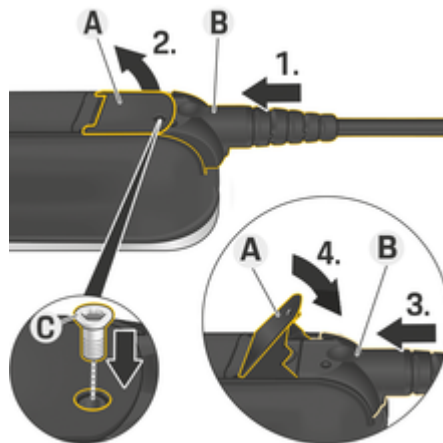

Fig. 16: Fest kabelen og fiks kontakten
- ✓ Spak **A** (Fig. 16) er lukket.
1. Skyv kontakten **B** (Fig. 16) inn i betjeningsenheten opp til den første motstanden.
2. Spak **A** (Fig. 16) løftes.
3. Skyv kontakt **B** (Fig. 16) helt inn.
4. Spak **A** (Fig. 16) lukkes.
5. Skru kontakt **B** (Fig. 16) til betjeningsenheten med skruen **C** (Fig. 16).